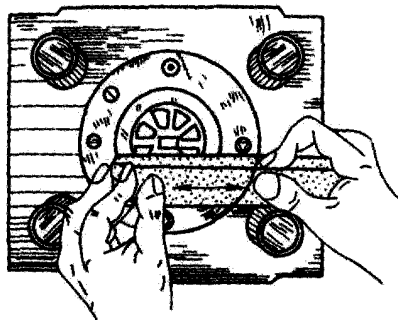

图2 刃口的手工研磨
(1) 钳工手工研磨 用合适规格的磨石,加些煤油在刃口面上,仔细地对刃口进行研磨,直到将刃口磨得光滑锋利为止。用这种方法研磨刃口时,应注意使磨石沿一个方向来回研磨,不可随意改变方向(见图2)。但是当凸凹模刃口变得很钝,或者刃口表面局部有崩刃现象,或者刃口很长需要提高修磨效率时,就只能采用平面磨床磨削。